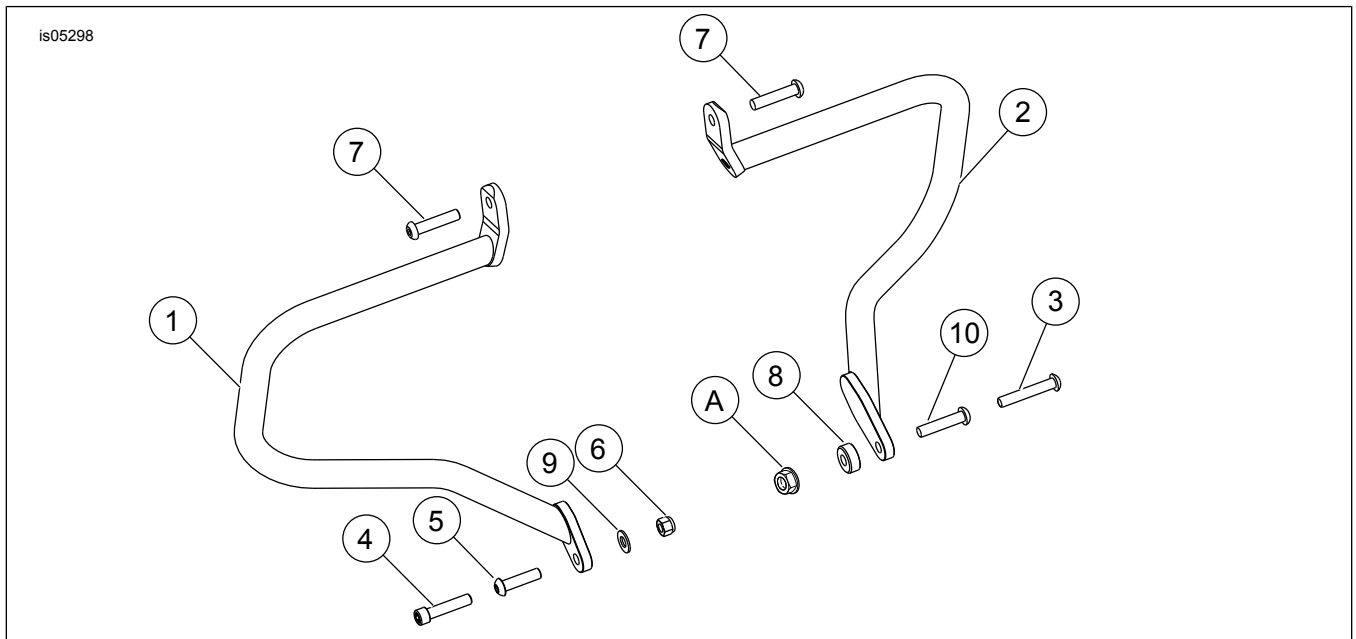

Figura 7. Peças de reposição: kit de proteção do alforje
Veja a Figura 7 e a Tabela 1.
1. Veja a Figura 7. Instale o parafuso superior (7) no suporte do pára-lama. Aperte o parafuso com os dedos.
2. Instale o parafuso inferior (4 ou 5) com a proteção do alforje, a arruela (9) e a contraporca (6) na parte interna do quadro. Aperte o parafuso com os dedos.
2. Veja a Figura 7. **Para modelos anos 2005 e 2006:** Instale o parafuso inferior (3) através da proteção do alforje, do espaçador da proteção do alforje (8), do suporte do pedal de apoio e do quadro. Aperte com torque de 41 N·m (30 ft-lbs). **Para modelos ano 2007 e posteriores:** Instale o parafuso inferior (10) através da proteção do alforje, do suporte do pedal de apoio e do quadro. Aperte com torque de 41 N·m (30 ft-lbs).